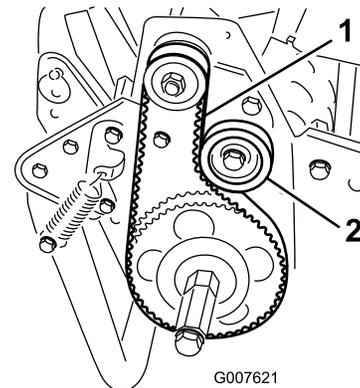

図 37
2. プーリ間の中央部（図 37）でベルトを 18～22N 程度の力で押して点検する。ベルトのたわみが 6mm 程度あれば適正とする。
- A. アイドラプーリ固定ナットをゆるめ、プーリをベルトの背に押しつけて、適当な張りを出す（図 37）。